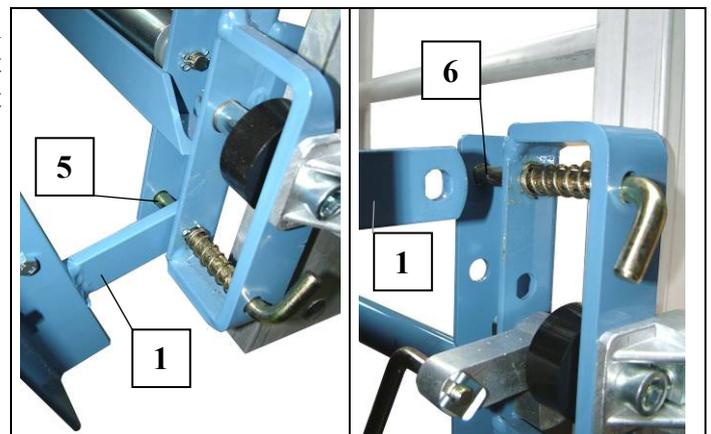

Fig. 42 Monter le plateau universel.
- Accrocher la plateforme Vario (comme le plateau universel) sur les verrous à ressort inférieurs et fixer sur les deux verrous supérieurs (voir Fig. 42)
- Retirer le verrou sur le support (4).
- Tirer le tube télescopique (8) hors du boulons d'arrêt (9) et déployer.
- Encastrer le tube télescopique (8).